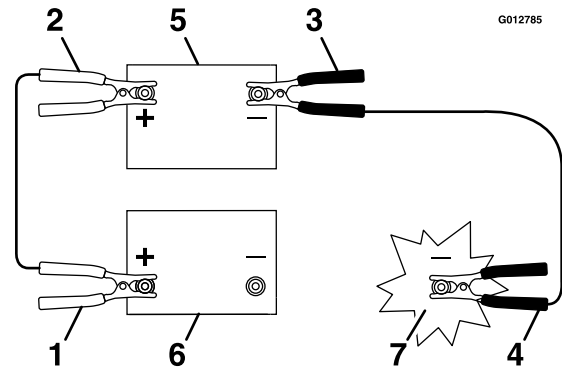

Figura 82
4. Ligue o cabo positivo (+) ao terminal positivo (+) da bateria descarregada que está ligada ao arrancador ou solenóide, conforme indicado em Figura 82.